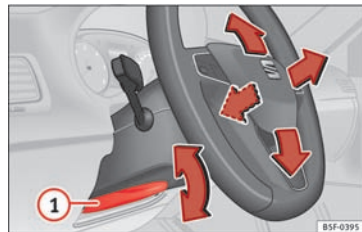

Fig. 16
• Indstilling af rat: Træk armen » Fig. 16 ① nedad, indstil rattet i den ønskede position, og skub armen opad igen, indtil den når sin låseposition.